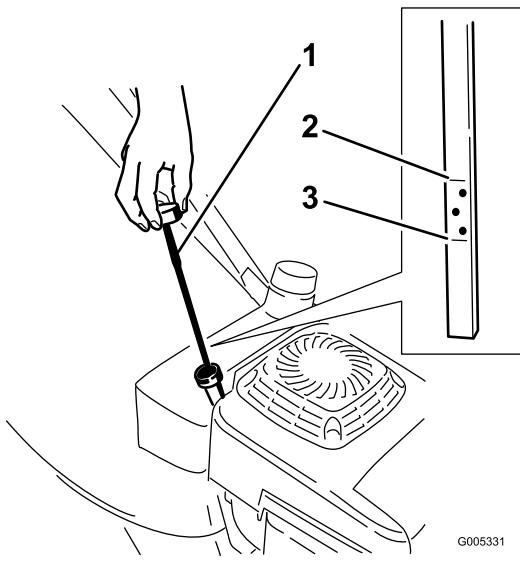

Figure 11
Avant chaque utilisation, vérifiez que le niveau d'huile arrive entre les repères maximum (Full) et minimum (Add) de la jauge (Figure 11).
2. Nettoyez la surface autour du bouchon de remplissage (Figure 11).
6. Sortez de nouveau la jauge et vérifiez le niveau d'huile (Figure 11).